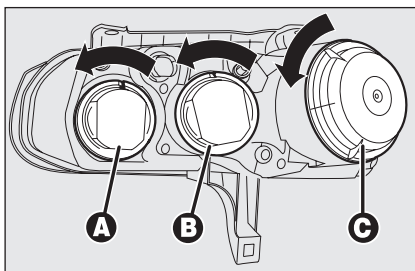

fig. 22
La disposition des ampoules du groupe optique **fig. 22** est la suivante:
- ☐ tourner le couvercle dans le sens inverse des aiguilles **A-fig. 22**;
- ☐ tourner le couvercle dans le sens inverse des aiguilles **B-fig. 22**;
- ☐ tourner le couvercle dans le sens inverse des aiguilles **C-fig. 22**;